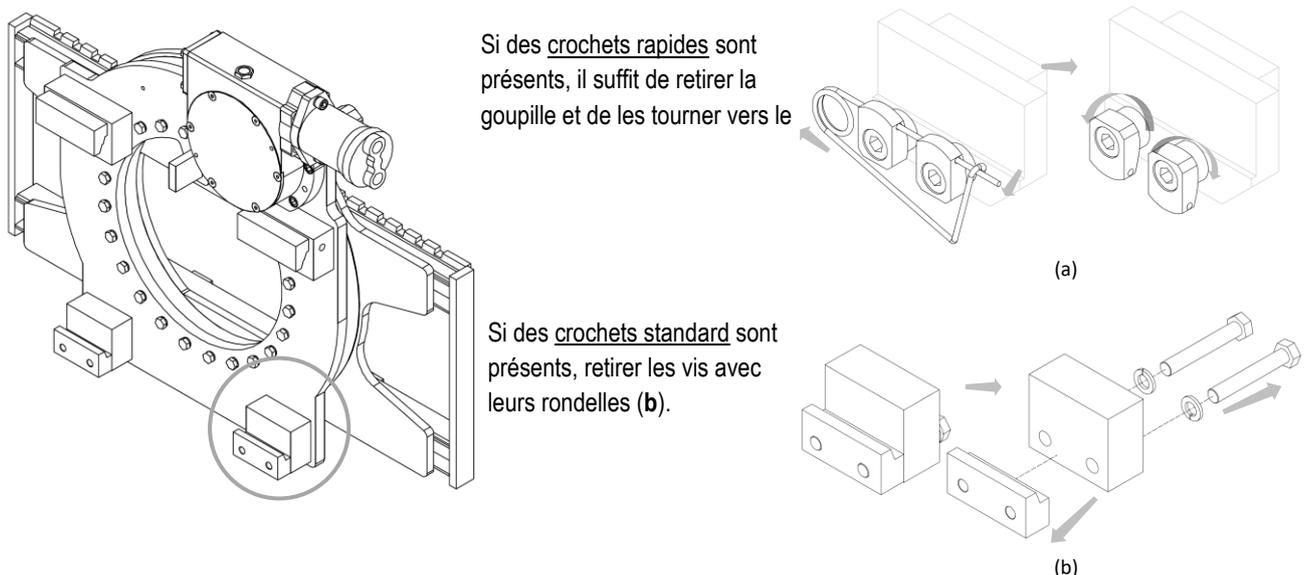

Figure 4
4. Retirer les crochets inférieurs de l'équipement (voir *Figure 4*).